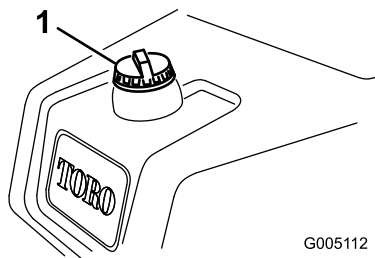

Bild 20
1. Reinigen Sie den Bereich um den Tankdeckel herum und nehmen Sie den Deckel ab (Bild 20).